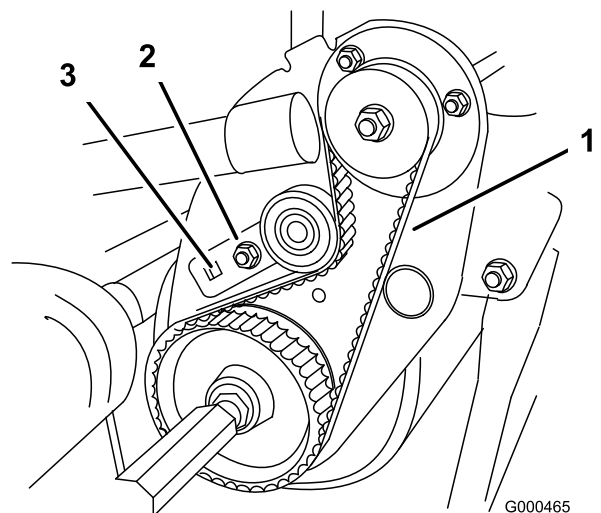

Figura 41
- B. Con una chiave torsiometrica da 3/8 pollice girate la staffa di rinvio ad una coppia di 8,5–9,6 Nm per impostare la tensione della cinghia (Figura 41). Tenete ferma la chiave torsiometrica e serrate il bullone di montaggio della staffa di rinvio (la rosetta va montata per impedire lo slittamento della cinghia). Non tendete eccessivamente la cinghia.